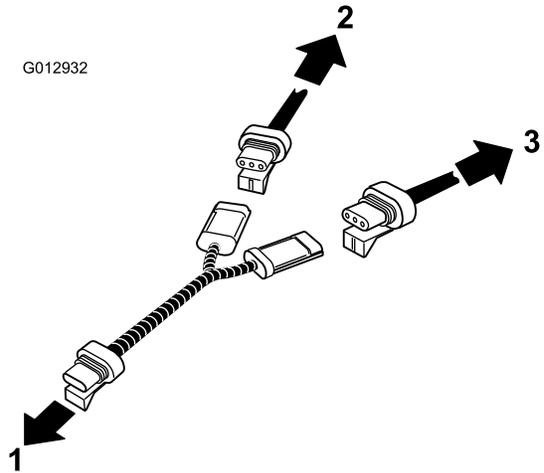

Figure 14
17. Montez le faisceau de câblage en Y entre le capteur de vitesse et les faisceaux de câblage du système de pulvérisation et existant. Branchez le capteur de vitesse au faisceau de câblage existant et au faisceau de câblage du système de pulvérisation (Figure 14).